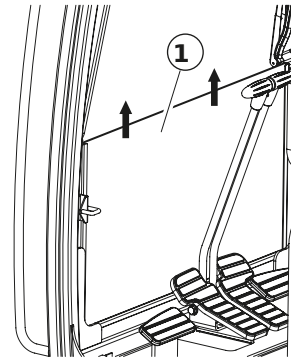

Figura 69
1. Después de guardar la ventana superior frontal en la cabina techo, retire la ventana inferior (1, Figura 69) de la cabina en la dirección de la flecha.